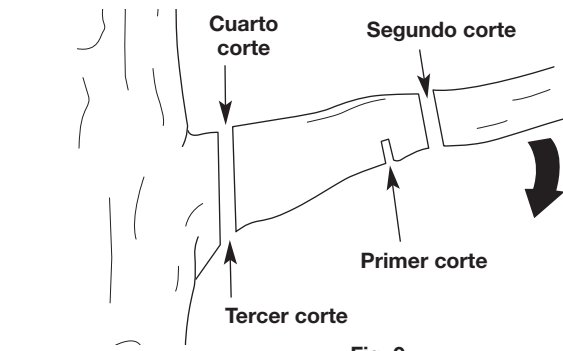

Fig. 9
2. Realice el primer corte aproximadamente a seis pulgadas (15 cm) del tronco del árbol. Corte hacia arriba, desde la parte de abajo de la rama. Use la parte superior de la barra de guía para hacer este corte. Corte hasta un tercio del diámetro de la rama (Fig. 9).
3. Haga el segundo corte de dos a cuatro pulgadas (5 - 10 cm) más afuera en la rama. Corte hacia abajo, desde la parte de arriba de la rama. Use la parte inferior de la barra de guía para hacer este corte. Corte atravesando totalmente la rama (Fig. 9).
4. Haga el tercer corte lo más cerca posible del tronco del árbol. Corte hacia arriba, desde la parte de abajo del muñón de la rama. Use la parte superior de la barra de guía para hacer este corte. Corte hasta un tercio del diámetro de la rama (Fig. 9).
5. Realice el cuarto corte directamente encima del tercero. Corte hacia abajo, desde la parte de arriba del muñón de la rama. Use la parte inferior de la barra de guía para hacer este corte. Corte atravesando totalmente el muñón de la rama hasta alcanzar el tercer corte (Fig. 9). Así se retira el muñón de rama.